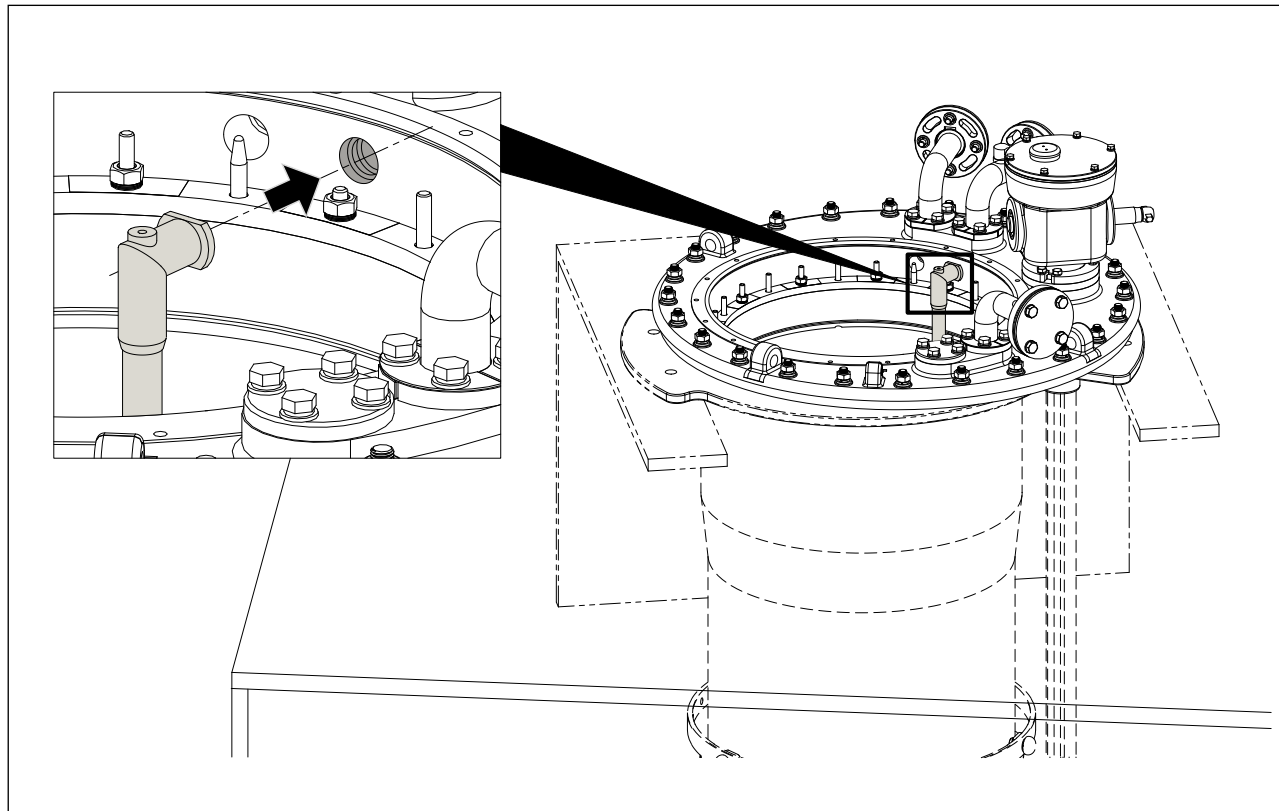

图 5-24 安装吸油管
1. 将吸油管一端插入油室指定孔中，另一端插入 OLTC 安装法兰的对应孔中（见图 5-24）。